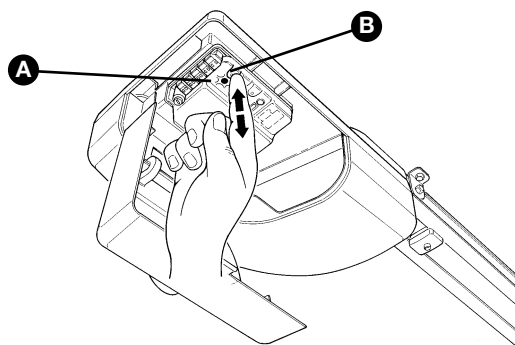

Figura 86
- 1 Premere e tenere premuto il tasto P1 **[B]** (Figura 86) sulla centrale.